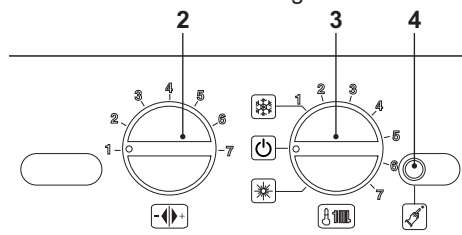

Fig. 5.40
- Para salir del modo de programación, ponga el selector de función/mando de regulación de la temperatura de calefacción 3 como se indica en la Fig. 5.40.